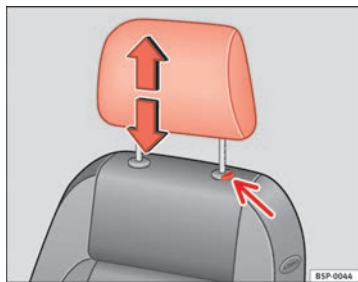

Abb. 68 Kopfstützen einstellen oder ausbauen
- Drücken Sie die Taste ⇒ Abb. 68 (Pfeil).